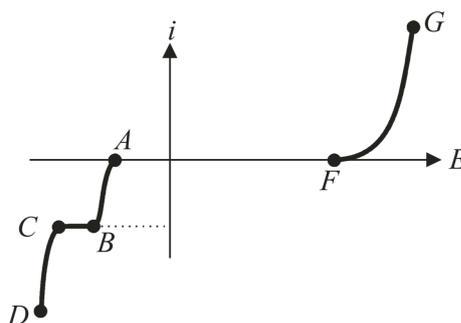

Fig. 23.3 – Allure des courbes intensité-potentiel
7. La figure 23.3 donne l'allure des courbes intensité-potentiel obtenues expérimentalement :